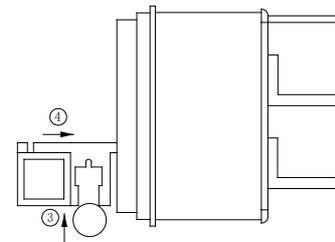

图 8-3
- (3) 图 8-3 中，沿箭头③方向，将新的熔断丝压进卡槽里。
- (4) 图 8-3 中，沿箭头④方向，将熔断丝座压进电源座，安装完成。